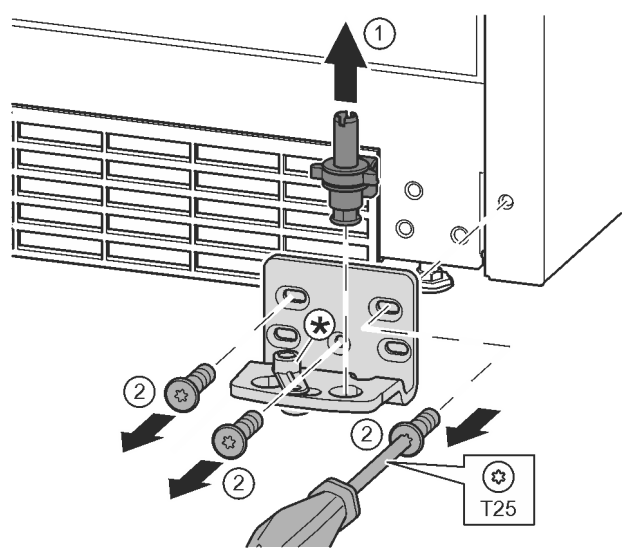

Fig. 16
- ▶ Ložiskový čap vytiahnite úplne nahor. Fig. 16 (1)
- ▶ Skrutky vyskrutkujte skrutkovačom T25 a odnímate ložiskovú konzolu. Fig. 16 (2)